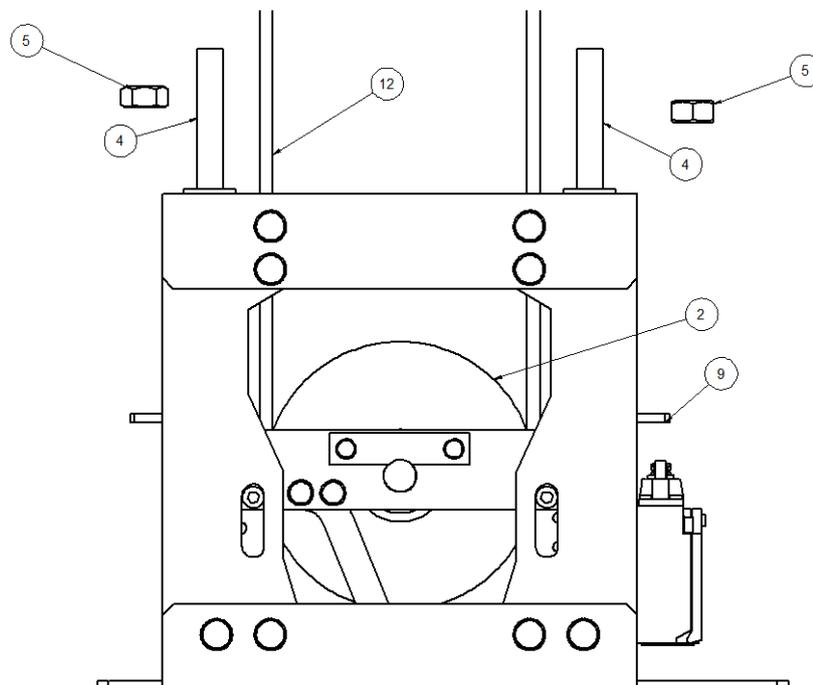

Figure 19: Position après la tension du câble
Au fur et à mesure que les écrous (5) se dévissent, le câble du limiteur (12) se tend. Il faut dévisser les écrous (5) jusqu'à ce que les ressorts soient libérés complètement. Il est recommandé d'enlever les écrous de M12 tel qu'indiqué sur la Figure 19.